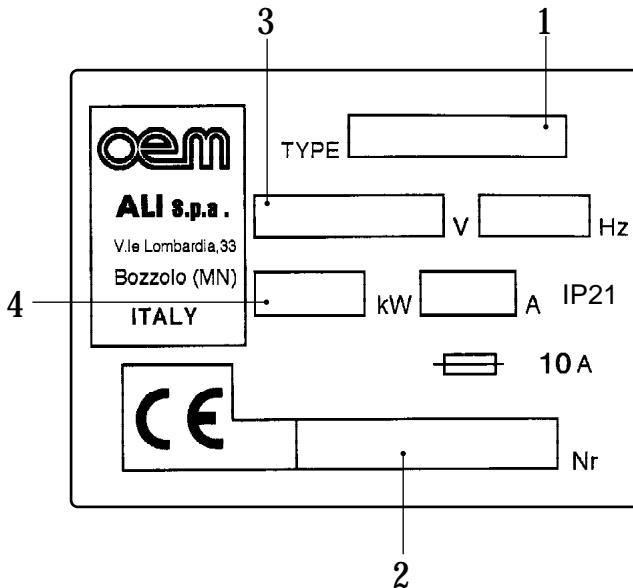

Fig. 1
Una targhetta posta sul forno, riporta il modello (1 - Fig. 1), la matricola (2), il voltaggio (3) e la potenza (4), nonchè l'indirizzo della ditta costruttrice.
An identification plate on the kiln shows the model (1 - Fig. 1), the registration number (2), the voltage (3) and the power (4), as well as the address of the manufacturing company.
Une plaquette, placée sur le four, reporte le modèle (1 - Fig. 1), le matricule (2), le voltage (3) et la puissance (4), ainsi que l'adresse du fabricant.
Auf dem am Gerät angebrachten Typenschild stehen Modell (1 - Abb. 1), Seriennummer (2), Spannung (3), Leistung (4) und die Adresse des Herstellers.
Una placa colocada en el horno, indica el modelo (1 - Fig. 1), la matrícula (2), el voltaje (3) y la potencia (4), además de la dirección de la empresa fabricante.